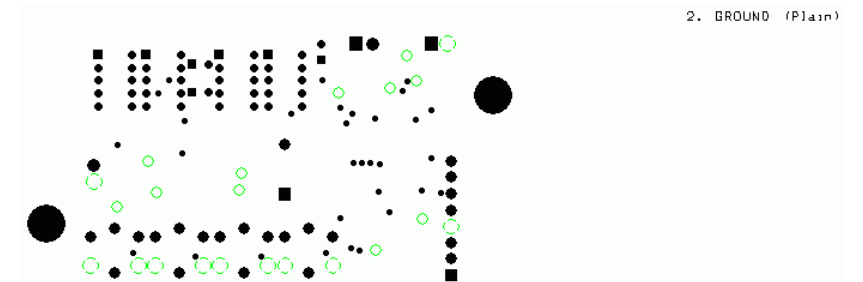

рис. 7-28
**GND** (рис. 7-28). Чёрные площадки – рад-ы thruhole-отверстий, не имеющих соединения со слоем. В этих местах медь будет вытравлена. Зелёные пунктирные колечки тоже будут вытравлены. Это – соединения со слоем по типу Thermal Relief. В этих местах также имеются отверстия. Если совместить слой GND со слоем DRL, Вы увидите их.